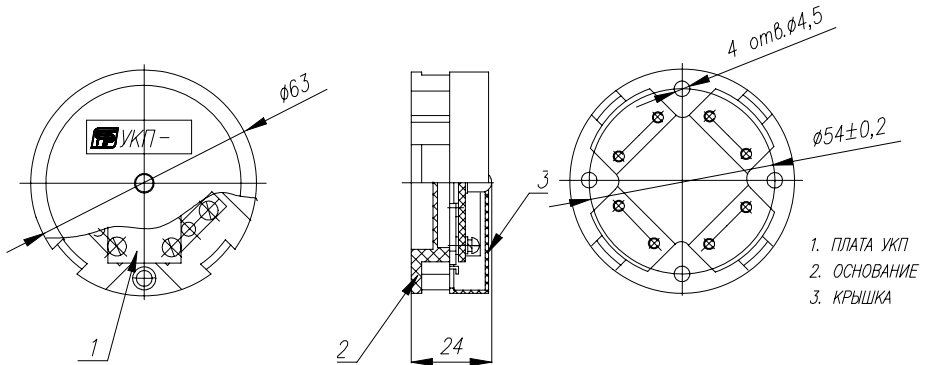

Рис.4.1.
4.1 Внешний вид и устройство УКП приведено на рис.4.1.